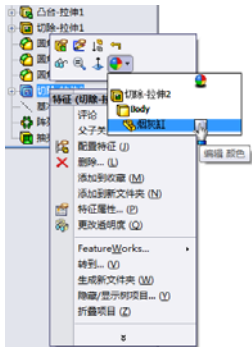
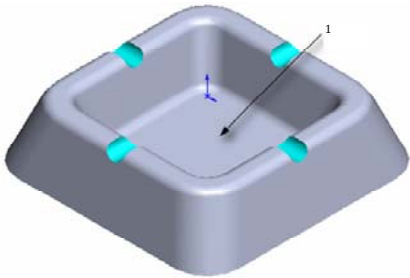
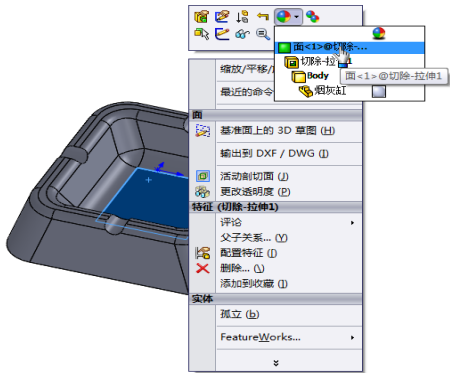

图 1-30 设置颜色快捷菜单
图 1-31 设置颜色后的图形
图 1-32 设置颜色快捷菜单
(1) 选择需要修改的特征。在[FeatureManger 设计树]中选择需要改变颜色的特征，可以按 Ctrl 键选择多个特征。
(2) 执行命令。右键所选特征，在弹出的快捷菜单中选择[外观]图标→[烟灰缸][编辑颜色]图标，如图 1-30 所示。
(3) 设置属性管理器。系统弹出如图 1-30 所示的[颜色]属性管理器，在[颜色]一栏中选择需要的颜色，然后单击属性管理器中的[确定]按钮。此时零件如图 1-31 所示。
(1) 选择修改面。右键单击图 1-31 中的面 1，此时系统弹出如图 1-32 所示的快捷菜单。